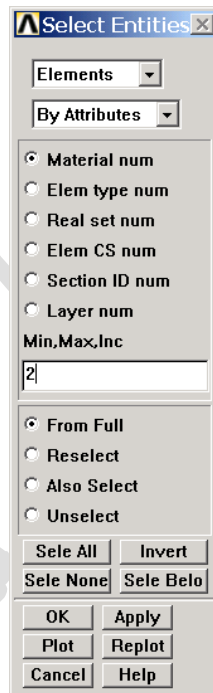

图11.36 实体选择对话框
(20) 单击【Utility Menu】|【Select】|【Entities】菜单，弹出实体选择对话框，选择【Element】、【By Attributes】、【Material num】，在文本框中输入【2】，如图 11.36 所示，然后单击 **Apply** 按钮；接着选择【Nodes】、【Attached to】、【Elements】，单击【OK】按钮。